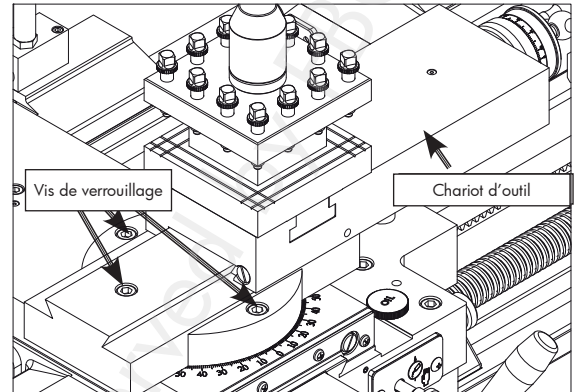

Fig. 40 Chariot d'outil réglé sous un certain angle
1. Desserrez les 3 vis de verrouillage à la base du chariot d'outil (voir figure 40).